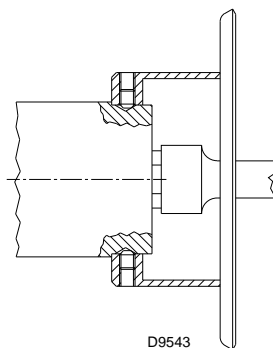

Fig. 17
- install the nozzle 1)(Fig. 17);